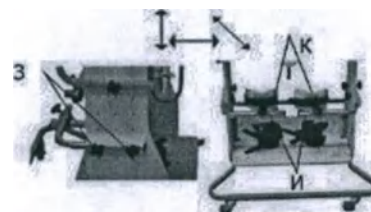

Рис. 17
6) Регулировка положения коленных сакций (коленопупоров) (рис. 17)